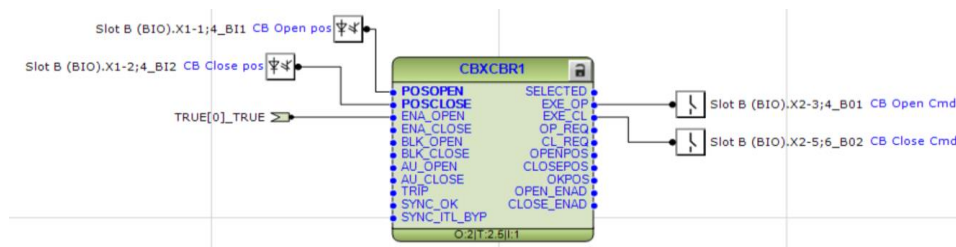

Imagen 87_Conexiones finales del bloque CBXCBR1 con 3 entradas y 2 salidas
2.2.10 Teniendo así como resultado el bloque de la **Imagen 87**.